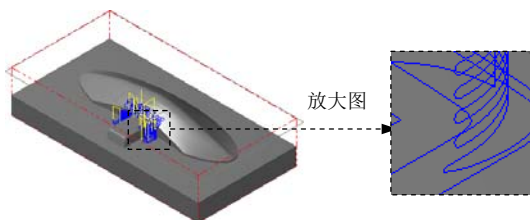

图 9.22 刀具路径
(2) 设置刀具号码。在“定义刀具-机床群组-1”对话框的 **刀具号码** 文本框中，将原有的数值改为 4。
(3) 设置刀具参数。单击“定义刀具-机床群组-1”对话框中的 **参数** 选项卡，在 **进给率** 文本框中输入值 200.0，在 **下刀速率** 文本框中输入值 100.0，在 **提刀速率** 文本框中输入值 500.0，在 **主轴转速** 文本框中输入值 2500.0。
(4) 设置冷却方式。在 **参数** 选项卡中单击 **Coolant...** 按钮，在系统弹出的“Coolant...”对话框的 **Flood**（切削液）下拉列表中选择 **On** 选项。单击 **✓** 按钮，关闭“Coolant...”对话框。
(5) 单击“定义刀具-机床群组-1”对话框中的 **✓** 按钮，完成刀具参数的设置。
Step8. 单击“曲面残料粗加工”对话框中的 **✓** 按钮，同时在图形区生成图 9.22 所示的刀具路径。